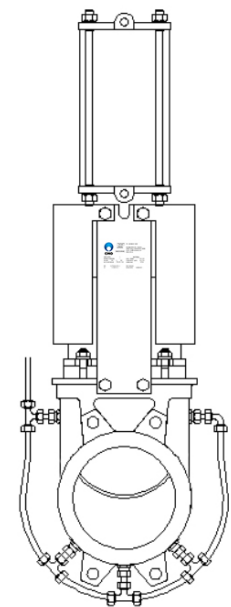

Abb.8
- Spülanschlüsse am Gehäuse (Abb. 8)